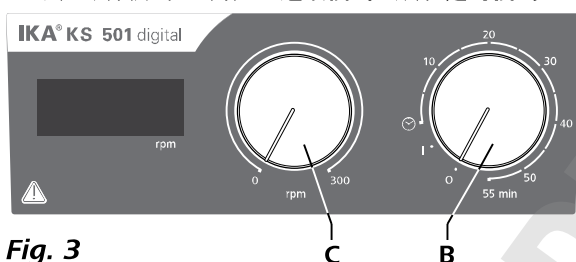

Fig. 3
- ☞ 开启仪器时，顺时针转动“开/关”和“定时”旋钮(B,见Fig. 3)至“1”位置。
- ☞ 开启仪器时，顺时针转动“开/关”和“定时”旋钮(B,见Fig. 3)至“⊙”位置。
- ☞ 转动“转速”旋钮(C,见Fig. 3)设定马达转速。马达转速可在0到300 rpm范围内调整。